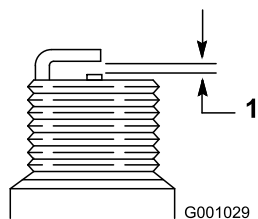

Figure 45
4. Réglez l'écartement des électrodes de la nouvelle bougie à 0,76 mm, comme montré à la Figure 45.